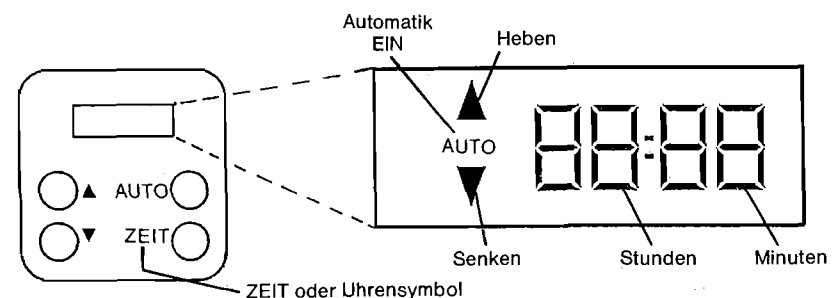

Bild 2 Steuerung mit Uhrzeitanzeige
- Anzeige der aktuellen Uhrzeit, Bild 2